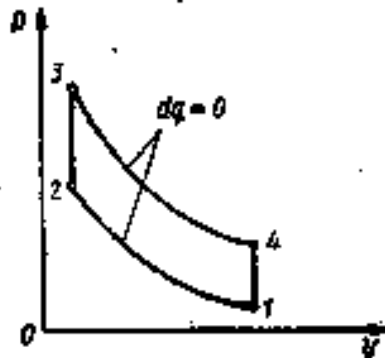

Рис. 1
1. Провести термодинамический анализ цикла, изображенного на рис. 1. Цикл определен следующими данными: начальные параметры рабочего тела  $p_1 = 0,1$  МПа,  $t_1 = 10^\circ\text{C}$ , степень сжатия  $\varepsilon = v_1/v_2 = 7,5$ , давление  $p_3 = 6,4$  МПа, Рабочее тело – 1 кг сухого воздуха.
На рис. 1 изображен термодинамический цикл двигателя внутреннего сгорания, работающего со сгоранием топлива при  $v = \text{const}$ . Термический к.п.д. этого цикла  $\eta_t = 1 - 1/\varepsilon^{k-1}$ . Для воздуха и двухатомных газов показатель адиабаты  $k = 1,41$ , следовательно,  $\eta_t = 1 - 1/7,5^{1,41-1} = 0,562$ .